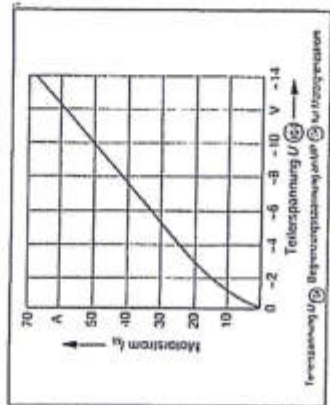

Abb. 9: Spannungsparameter für Motorgrenzstrom
2. Die Grenzstromeinrichtung kann nach dem Diagramm (Abb. 9) erfolgen, da darf die Angabe auf dem Programmiermodul nicht überschreiben, die dem Doppelstrom an ihm. Mittelwert des Motor-Nennstromes entspricht. Dazu Spannung am Meßpunkt 104 (Achse 1), 204 (Achse 2), 304 (Achse 3) mit Trimmer P 104 (Achse 1), P 204 (Achse 2), P 304 (Achse 3) einstellen.